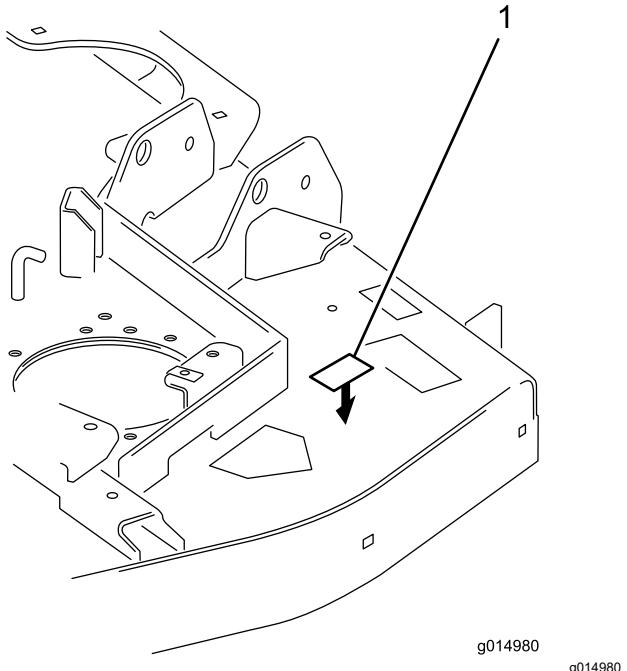

Figure 15
13. Collez un autocollant d'identification sur le haut du plateau de coupe, près de la plaque du numéro de série (Figure 15).